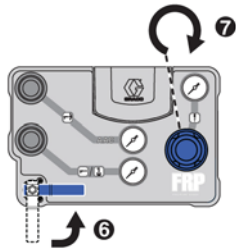

FIG. 28
7. Gire la válvula de bola de suministro de aire principal a la posición de abierta. Consulte FIG. 28.
8. Gire lentamente el regulador de presión de suministro de aire principal en sentido horario hasta que el manómetro de presión de suministro de aire principal indique la presión deseada. Consulte FIG. 28.